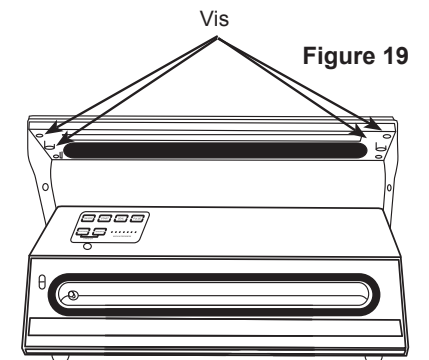

Figure 19
5. Dévisser le socle en plastique du couvercle (4 vis) avec un tournevis Phillips (Figure 19).